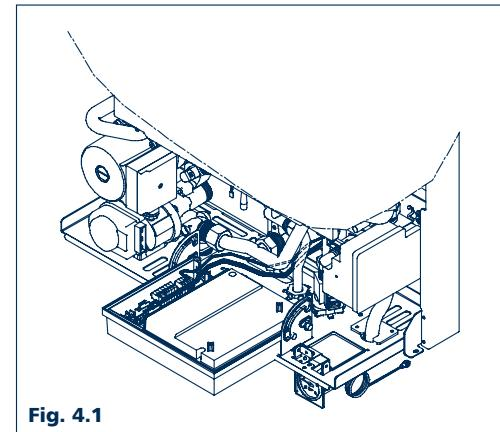

Fig. 4.1
4.1 Allacciamento elettrico della caldaia (Fig. 4.1)